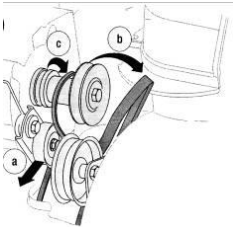

Abb. 17
- Heben Sie den Lenkriemen vom Motorantriebsrad. Siehe Abb. 17.